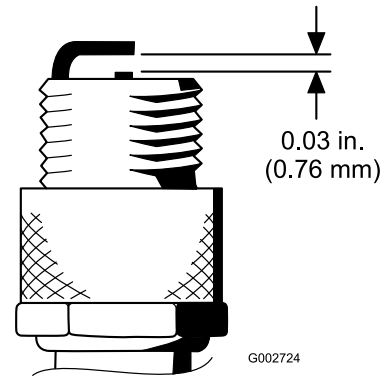

Bild 43
4. Stellen Sie den Abstand zwischen der mittleren und seitlichen Elektrode auf 0,76 mm ein (Bild 43).